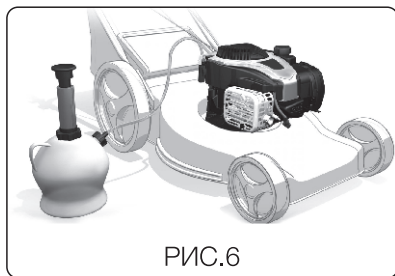

РИС.6
Самоходные модели газонокосилок ALM41S и ALM51S способны передвигаться самостоятельно, привод осуществляется на задние колеса. Чтобы газонокосилка начала передвижение, прижмите нижний рычаг движения (Рисунок 6), чтобы остановилась – отпустите его.
5. Также, для удаления масла из картера можно использовать специальный вакуумный насос, если он имеется (Рисунок 6).